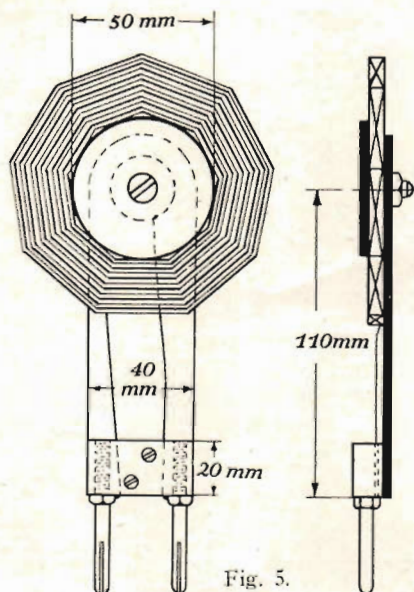

Fig. 5.
- 3) Om de utföras på sätt fig. 5 visar äro de starka.